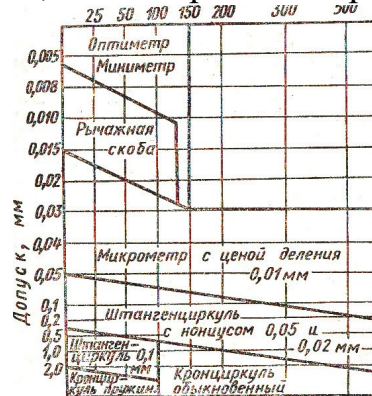

Рис.1
**Примечание:** При выполнении задания необходимо пользоваться таблицей 2, рис. 1 и практикумом по ОП04. «Метрология, стандартизация, сертификация и техническое документооборот», где содержатся нормативные таблицы